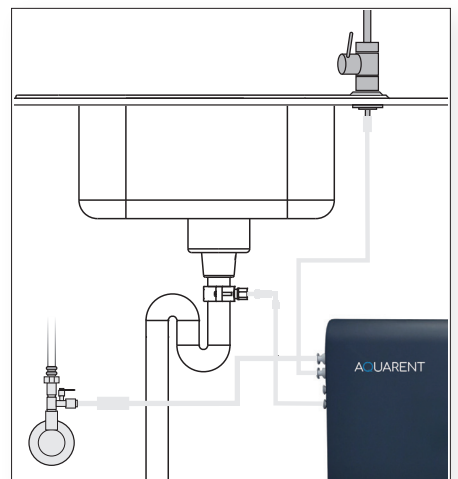
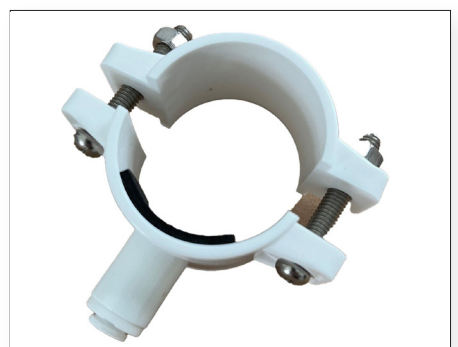

Bild 7. placering avloppsklamman.
Bild 8. Avloppsklamman.
- Mät ut och markera var avloppsklamman (bild 8) ska placeras. Placering av avloppsklamman ska alltid ske innan befintligt vattenlås. Rekommenderad placering återfinns i bild 7.